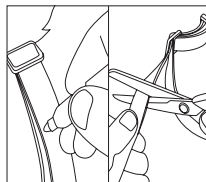

Abb. 4
3. Nachdem Sie das Halsband auf die passende Größe eingestellt haben, können Sie die überschüssige Länge abschneiden (Abb. 4).